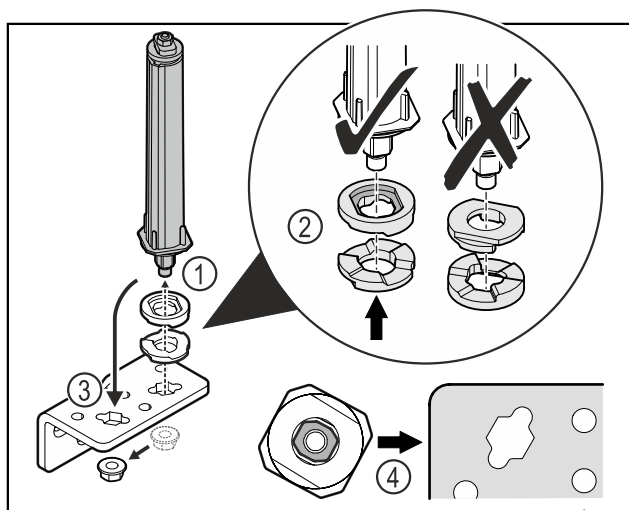

Fig. 27
- Desserrer l'écrou et retirer le système de fermeture de porte Fig. 27 (1).
- Veiller à ce que les rondelles de réglage de la hauteur soient correctement orientées Fig. 27 (2).
- Mettre le système de fermeture de la porte dans l'autre trou de l'équerre de charnière et le fixer avec l'écrou Fig. 27 (3).
- Lors de la mise en place, veiller à bien orienter le système de fermeture de porte Fig. 27 (4).